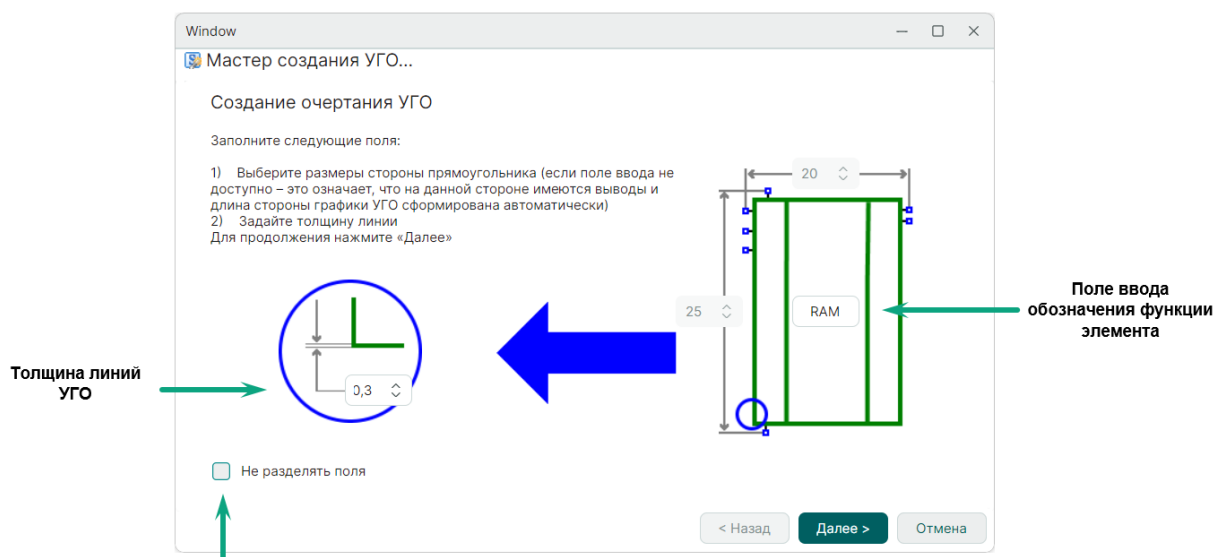

Рис. 230 Настройка графики
5. Настройте графику создаваемого УГО, см. Рис. 230.